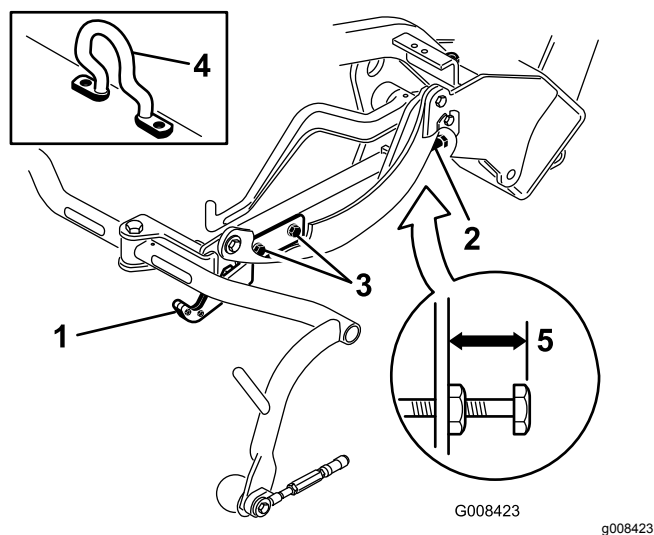
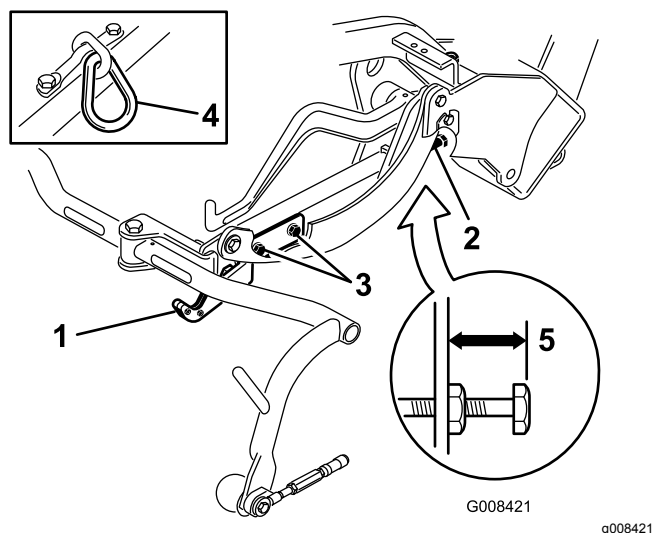
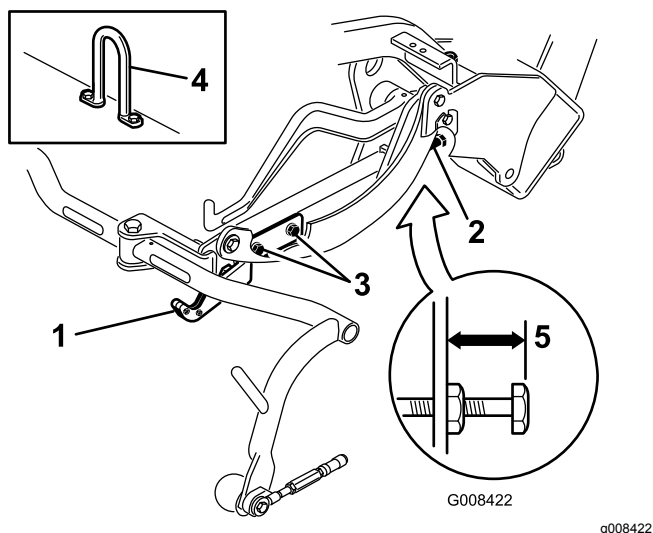

Figura 13
Figura 14
Figura 15
3. Em unidades de corte equipadas com um elo de corrente ou um cilindro de elevação reto (Figura 14 e Figura 15, em destaque) verifique se a distância a partir da parte superior do parafuso de ajuste da estrutura de suporte até à parte posterior da estrutura de suporte é de 22 mm. Se a distância não for de 22 mm, passe ao passo 4. Se a unidade de corte estiver equipada com uma articulação de elevação desviada (Figura 13), avance para o passo seguinte.
Verifique a altura de transporte (Figura 14 e Figura 15) e ajuste-a, se necessário.
2. Em unidades de corte equipadas com um gancho de elevação desviado (Figura 13, em destaque) verifique se a distância a partir da parte superior do parafuso de ajuste da estrutura de suporte até à parte posterior da estrutura de suporte é de 25 mm. Se a distância não for de 25 mm, avance para o passo 4.
4. Desaperte os parafusos de montagem da placa de transporte (Figura 14, Figura 15 e Figura 13).
7. Se as estruturas de suporte não estiverem à mesma altura, desaperte a porca de bloqueio no parafuso de ajuste da estrutura de suporte (Figura 13, Figura 14 e Figura 15). Rode o parafuso para fora para elevar e para dentro para descer. Aperte a porca de retenção após ajustar a altura devida.